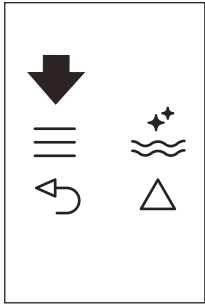
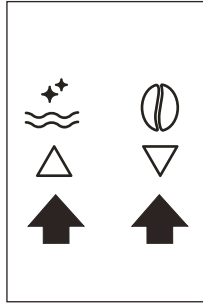

Fig. 22
Fig. 9
- Appuyez sur l'icône ≡ (B2) pour entrer dans le menu (Fig. 22), puis appuyez sur les icônes △ (B7) et (B8) (Fig. 9) jusqu'à ce que le message « PROGRAM CAPPUCCINO » (PROGRAMMER CAPPUCCINO) s'affiche.
- ▶ Appuyez sur l'icône ≡ (B2) pour entrer dans le menu (Fig. 22) ou appuyez sur les icônes Δ ∇ (B7) et (B8) (Fig. 2) jusqu'à ce que le message « PROGRAM CAPPUCINO » (PROGRAMMER CAPPUCINO) s'affiche.
- ▶ Appuyez sur l'icône OK (B9) pour confirmer, puis sur les icônes (B7) et (B8) (Fig. 9) jusqu'à ce que le message « COFFEE FOR CAPPUC. » (CAFÉ POUR CAPPUC.) s'affiche.